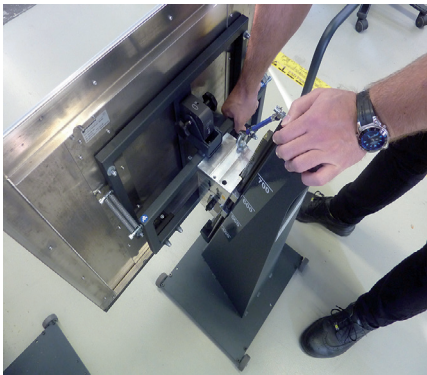

Fig. 8: Эргономичный регулятор высоты
2. Поставьте фиксатор в положение "вверх" (поворот вправо), см. также рис. 8.